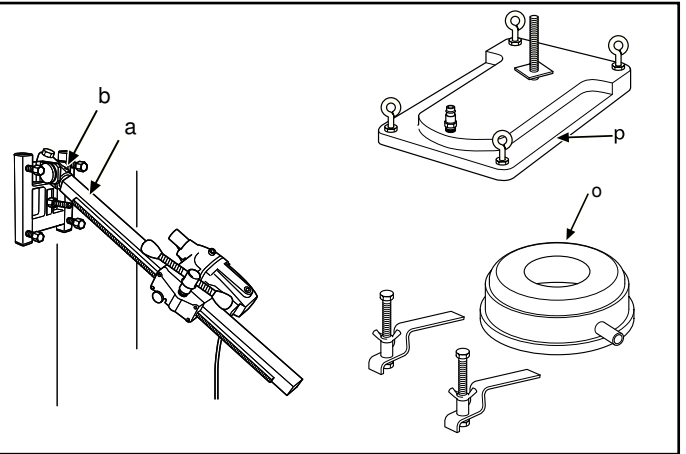
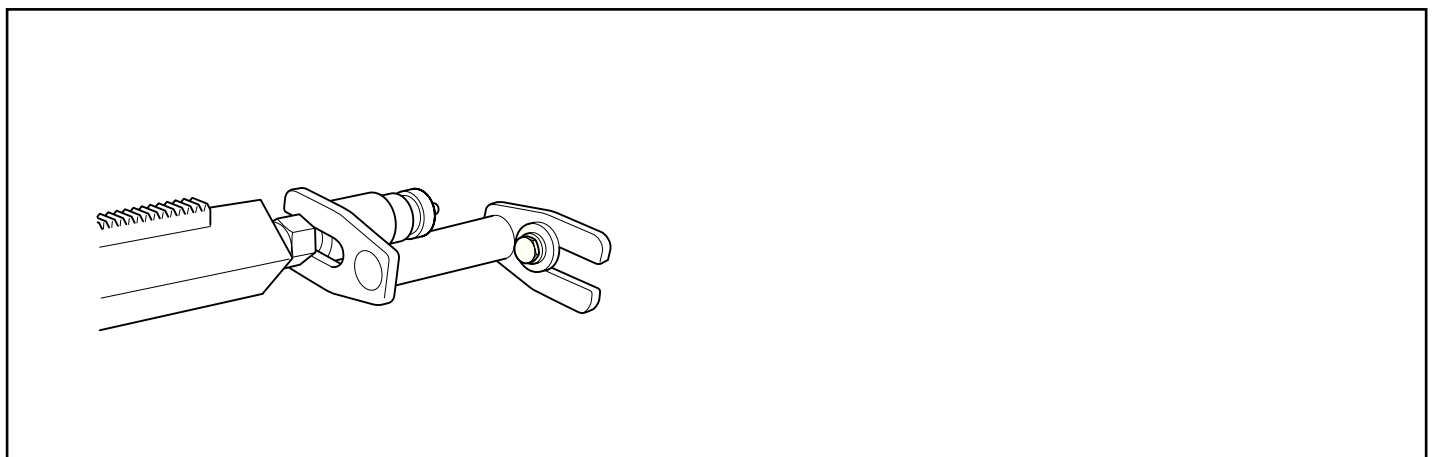

Рис.9
Рис.15
Убедитесь в правильном закреплении анкерного болта. При использовании вакуумной пластины стена не должна быть пористой, и должен быть использован вакуумный насос. Для сверления с DMS 160 Gyro в стенах или потолках может быть использована стяжная шпилька для крепления дополнительной колонки. Смотрите Рис. 9 и Рис. 15.
2. DMS 160 AT: сверлильная колонка установлена на поворотном кронштейне опорной плиты. Колонка может вращаться на 360° и фиксироваться в любом положении стопорным винтом (A) (Рис. 9). Затяжка стопора (A) делается шестигранным ключом на 8 мм.
3. Сверлильная колонка наклоняется на нужный угол и зажимается гайкой (B), используя ключ на 24 мм.
4. Если используется вакуумная пластина (P) (рис. 9) (опция), то удостоверьтесь, что поверхность не является пористой и не может отслоиться от перекрытия или стены. Вакуумный насос должен создавать достаточный вакуум под вакуумной пластиной, оптимальный насос - Husqvarna VP200.
5. Избегайте перелива воды через край водосборного кольца (O) (Рис. 9).
6. Чтобы лучше закрепить сверильную колонку, может быть использован спец. кронштейн (опция) (Рис. 15). Кронштейн крепится к потолку на анкерный болт напротив упора сверильной колонки. Фиксируется на упоре стопорной гайкой 30 мм.